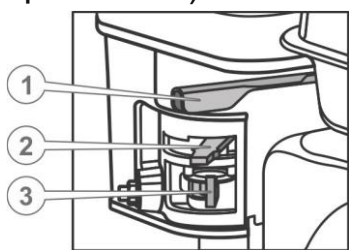

рис. 4.13.
3. Откройте топливный кран (переведите его в положение «ON») (3) (см. рис. 4.13.).
6. Установите рычаг регулировки воздушной заслонки (2) (см. рис. 4.13.) в соответствии с температурой окружающего воздуха: если температура выше 5 °С – в среднее положение, если ниже 5 °С – в положение «закрыто». Прогретый двигатель можно заводить с полностью открытой воздушной заслонкой.